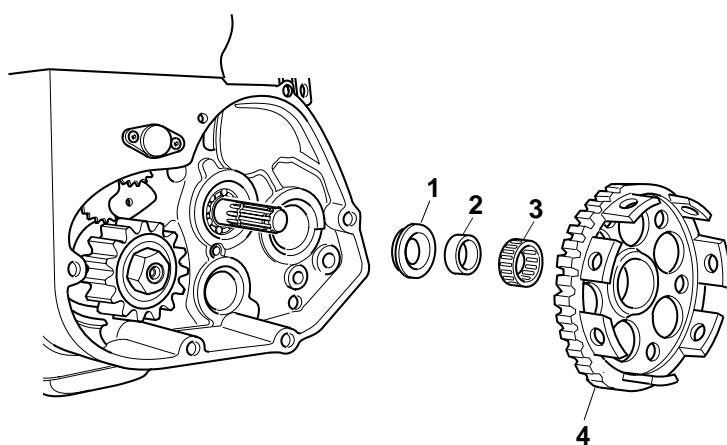

Fig. 53
- 3.** Infilare la campana "4" nel verso indicato in fig. 53 (dentatura all'interno).
3. To install the clutch housing "4" in to direction indicated in fig. 53(the gear teeth on the inside).
3. Gehäuse "4" in die Richtung (Abb.53) einsetzen (Verzahnung im Innern).
3. Monter la cage d'embrayage "4": voir fig.53 (denture dans l'intérieur).